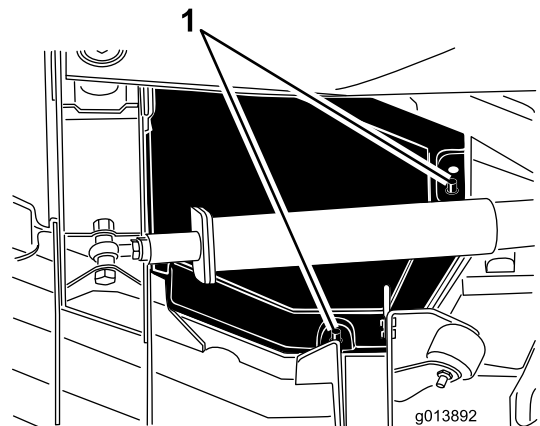

Figura 47
4. Separe los bordes trasero e interior de la cubierta de las clavijas de montaje (Figura 47).